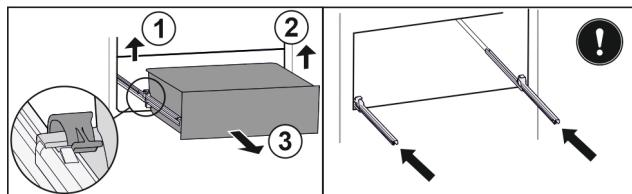

Fig. 98
- Повдигнете лявата скоба и едновременно с това изтеглете напред чекмеджето отляво. Fig. 98 (1)
- Повдигнете дясната скоба и едновременно с това изтеглете напред чекмеджето отдясно. Fig. 98 (2)
- Извадете чекмеджето напред. Fig. 98 (3)